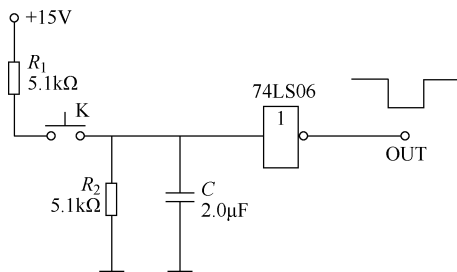

图 7-25 滤波防抖电路
① 硬件防抖技术。通过硬件电路消除按键过程中抖动的影响是一种广为采用的措施。这种作法工作可靠,且节省机时。硬件防抖技术包括两种:滤波防抖电路、双稳态防抖电路。
a. 滤波防抖电路。利用 RC 积分电路对于干扰脉冲的吸收作用,只要选择好时间常数,就能在按键抖动信号通过此滤波电路时,消除抖动的影响。滤波防抖电路如图 7-25 所示。